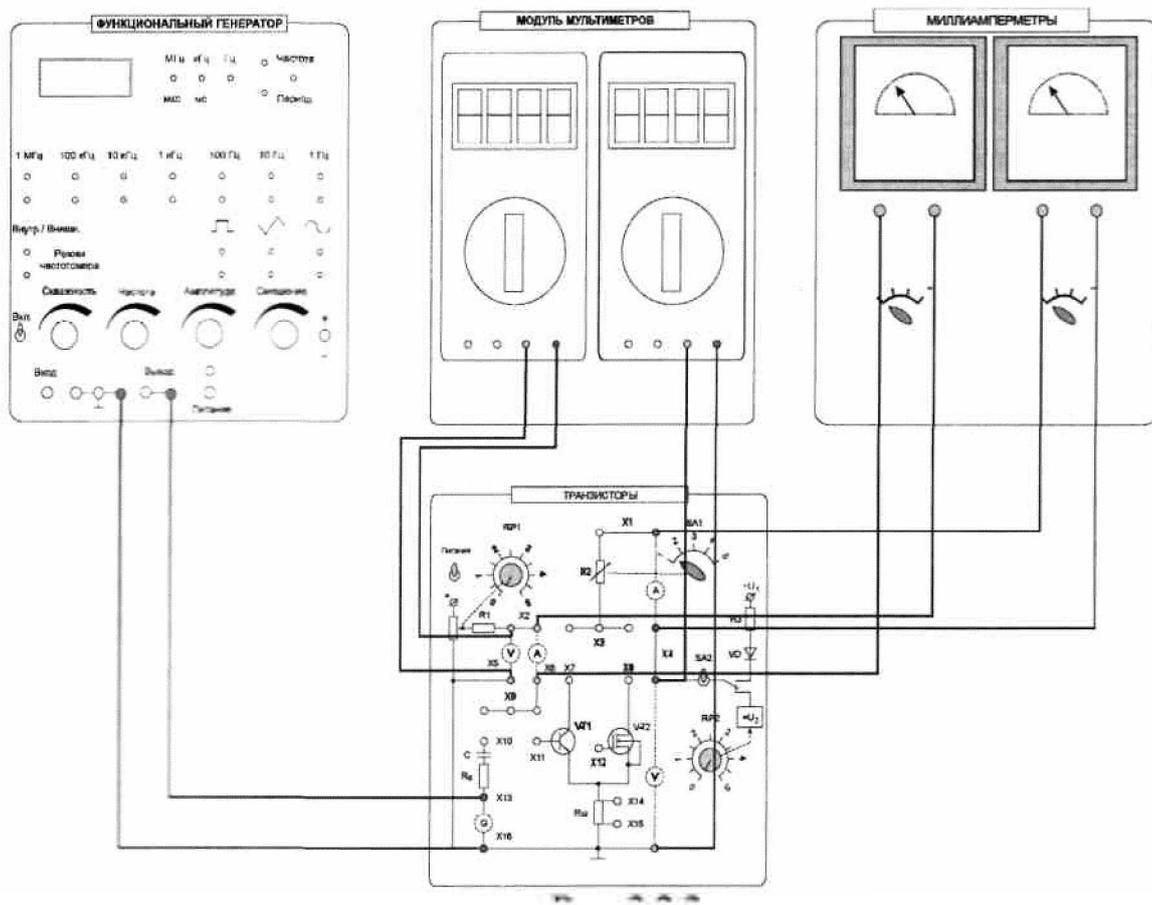

Рис. 3.2.3.
$f(I_B)$ при $U_K = \text{const}$, статическая выходная характеристика $I_K = f(U_{K3})$ при $I_B = \text{const}$ (рис. 3.2.3), а также статическая входная характеристика $I_B = f(U_{бд})$ при $U_{K3} = \text{const}$.
3.1 Ознакомиться с лабораторным модулем для исследования транзисторов. Собрать схему для снятия характеристик биполярного транзистора (рис. 3.2.3). Между гнездами X2 и X6 включить миллиамперметр и соединить перемычкой гнезда X9-X11. Между гнездами X1-X4 включить второй миллиамперметр модуля миллиамперметров. Соединить перемычкой гнезда X3-X7. Между гнездами X2-X5 и X4-X16 включить мультиметры в режиме измерения постоянного напряжения. Тумблер SA2 установить в нижнее положение.